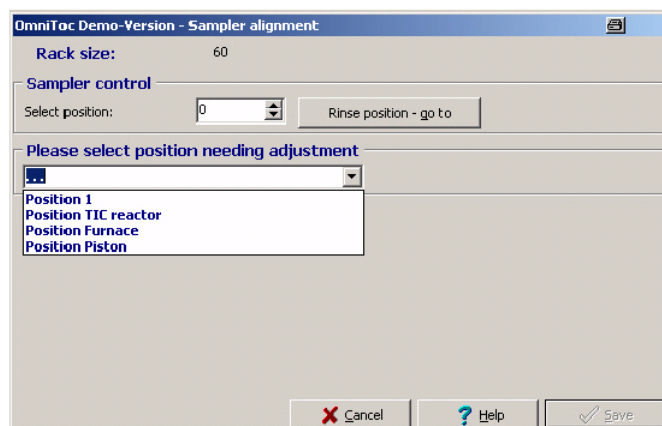
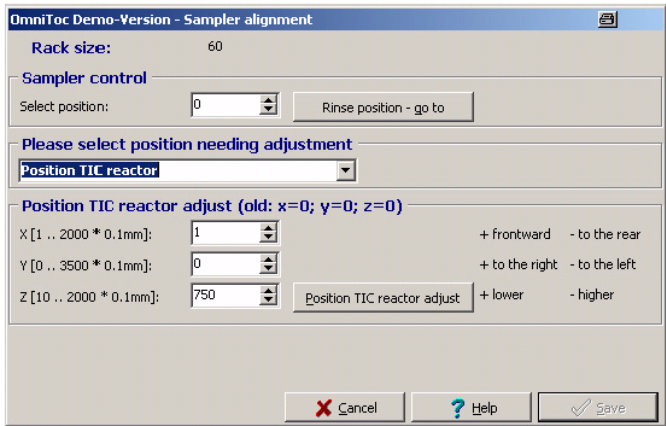

图74 Sampler Alignment（自动进样器调准）窗口
图75 Sampler Alignment（自动进样器调准）窗口
3. 在**Position Needing Adjustment**（进样针位置调整）窗口，从列表中选择需要调整的位置（图74，图75）
4. 点击相应的键开始位置的调整（如**POSITION TIC REACTOR ADJUST**（TIC反应器位置调整），见图75）。
2. 在“Sampler alignment”窗口选择**Please select position needing adjustment>Position Piston**（请选择进样针位置调整>活塞位置）（图74）。